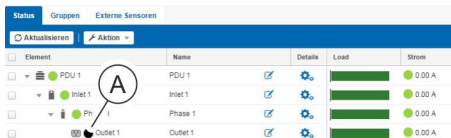

Abb. 102: Menü "Status" – Registerkarte "Status"
- ⇒ Die softwareseitige Status-LED des Elements wird in schwarzer Farbe angezeigt (Abb. 102/Ⓐ).